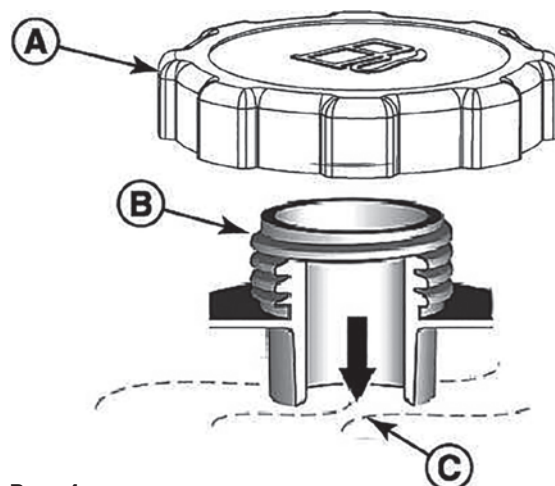

Рис. 4
2. Снимите крышку топливозаправочного патрубка (А, Рис.4).